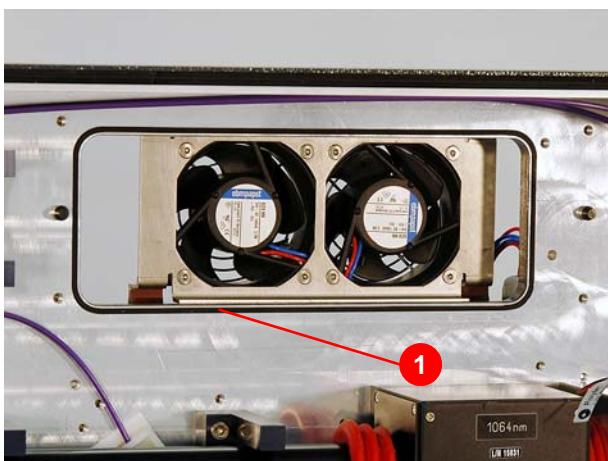

Abbildung 7.36 O-Ring
11. Zustand des O-Ringes (1) (Abbildung 7.36) kontrollieren.